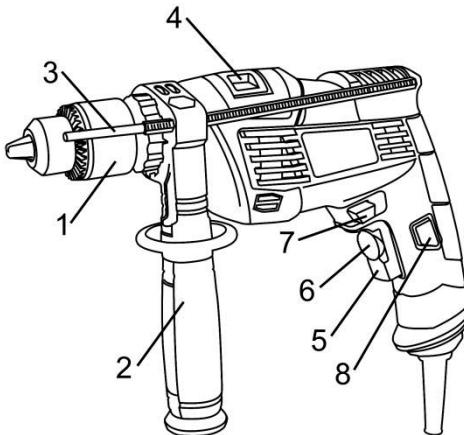

Рисунок 1
4.2 Виберіть необхідний режим роботи виробу за допомогою перемикача (4) (див. рисунок 1). Перемикання режимів роботи виробу здійснюється переведенням перемикача (4) (див. рис. 1) з одного крайнього положення в інше в сторону відповідного символу режиму роботи:
- Ударно-обертальний режим - перемикач (4) повинен бути переведеним до упору убік символу **T**.
- Обертальний режим - перемикач (4) повинен бути переведеним до упору убік символу **¶**.